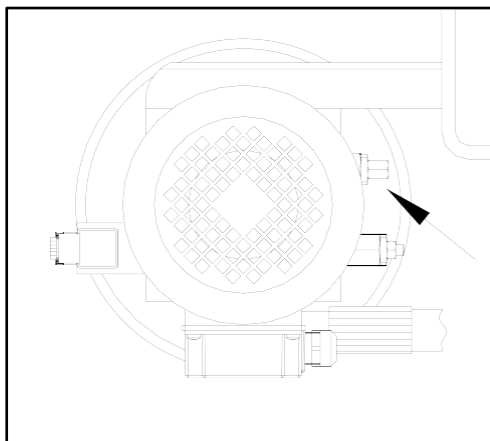

Bild 11
- ◆ Das Druckregelventil (Bild 11), das sich am Hydraulikaggregat befindet, löst bei Überlastung der Hebebühne aus.